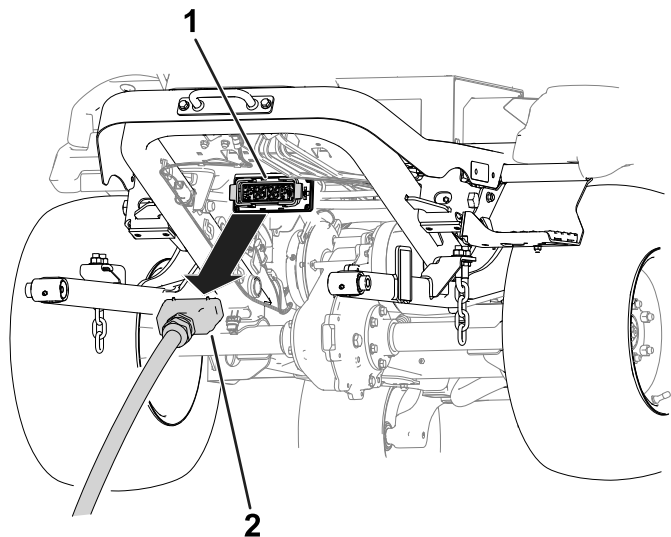

Figura 20
5. Desconecte el conector de la unidad de corte del conector de la máquina (Figura 20).